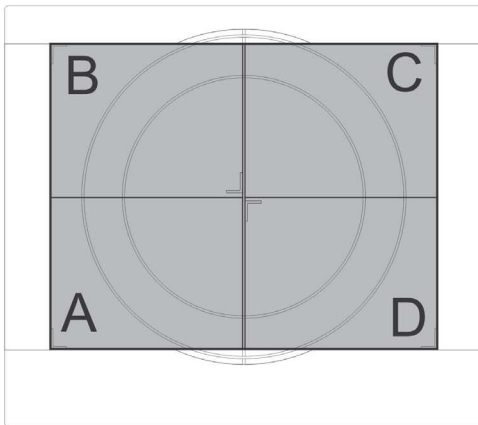

Fig.7 - Abb.7 - Afb. 7 - Рис. 7 - Rys. 7 - Kuva 7. - 图7 - 替ra - Ек. 7.
**Zona individual** (Fig. 7-A)
**Zona doble** (Fig. 7-B)
**Zona total** (Fig. 7-C)